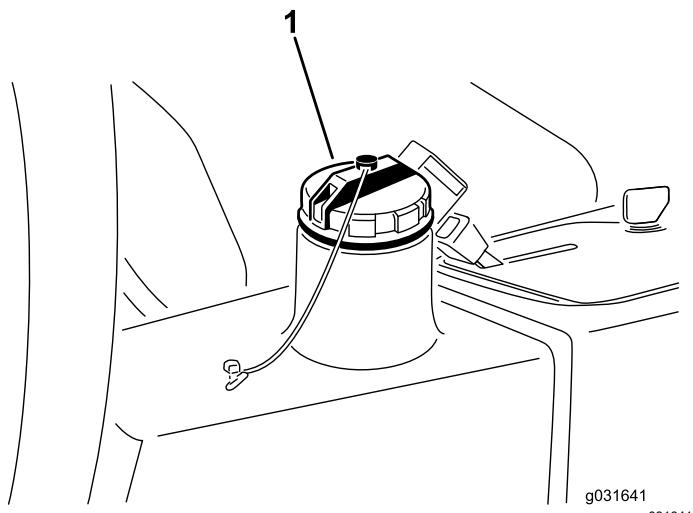

Figura 67
4. Llene el depósito (Figura 67) con aproximadamente 13,2 litros de fluido hidráulico; consulte Especificación del fluido hidráulico \(página 58\) y Comprobación del nivel de fluido hidráulico \(página 58\).